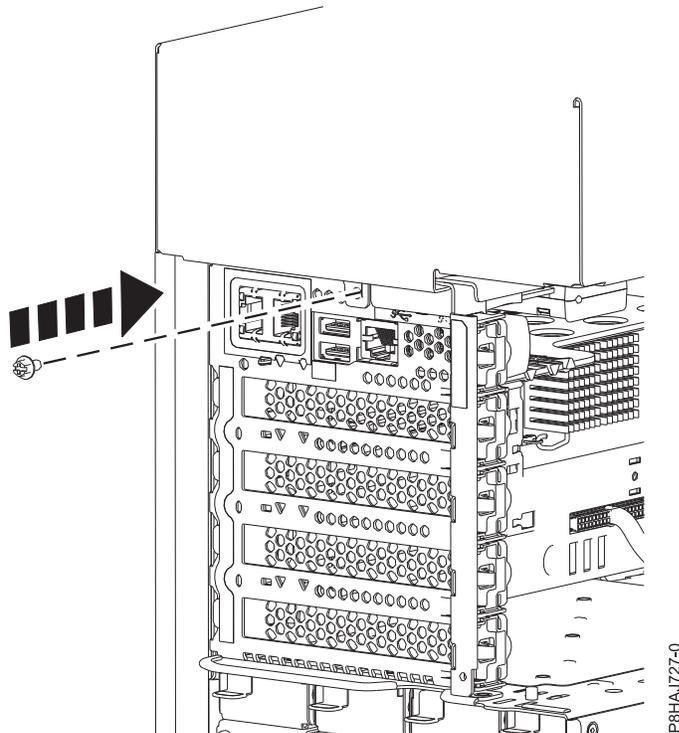

Abbildung 22. Schraube der Seitenabdeckung bei einem eigenständigen System vom Typ 8286-41A anbringen
5. Bringen Sie die hintere Schraube der Seitenabdeckung mit einem Kreuzschlitz-Schraubendreher an (siehe Abb. 22 auf Seite 40).